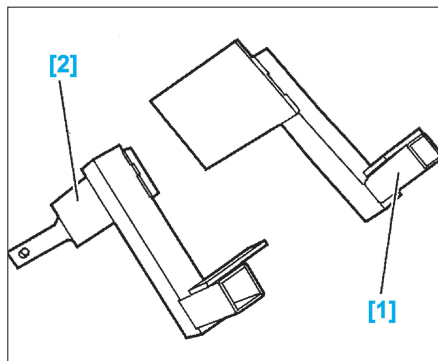

FIG. 1
- [1]. Gabarit de montage pour côté gauche (réf : 1117-B) (Fig.1).